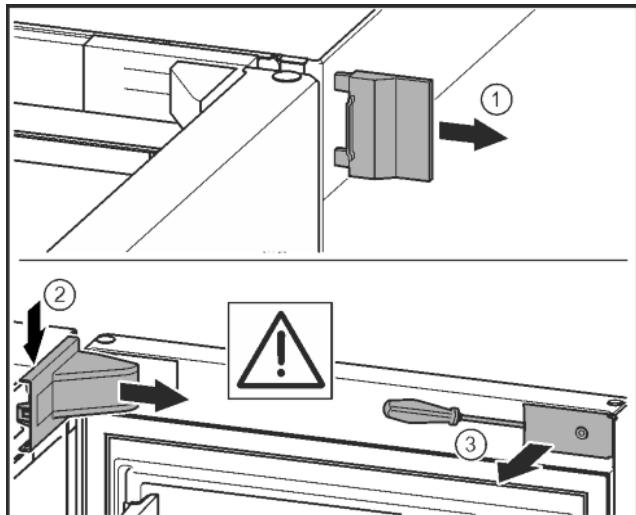

Fig. 9
► Retirer le cache extérieur. Fig. 9 (1)
► Détacher et libérer le cache du support de palier. Retirer le cache du support de palier. Fig. 9 (2)
► Dégager le cache avec le tournevis et l'incliner sur le côté. Fig. 9 (3)